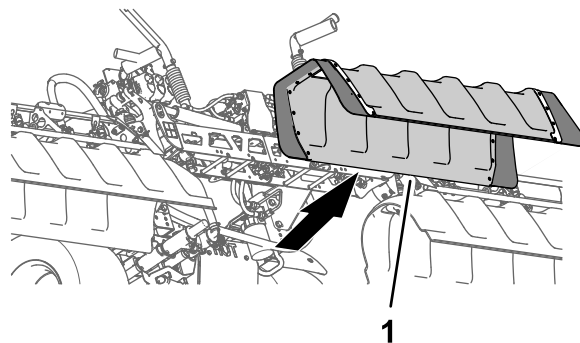

Рисунок 33
2. Снимите кожух средней секции с машины (Рисунок 33).